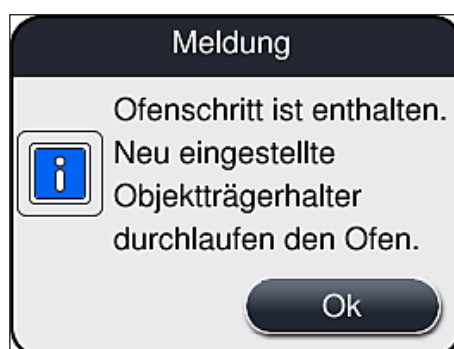

Abb. 37
3. Durch Drücken der Taste **Speichern** (→ Abb. 33-5) die Einstellung übernehmen und die nachfolgende Meldung (→ Abb. 37) beachten und mit **Ok** bestätigen.